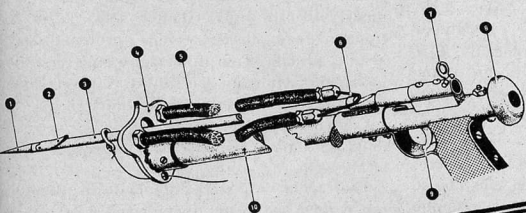

Fig. 5 - Particolari del fucile subacqueo:
Fig. 4 - I componenti che accompagnano il pescatore subacqueo in immersione sono il laringofono e l'auricolare. Il collegamento con chi sta in emersione è costituito da un cavo di gomma o plastica a tre fili. Le saldature sono ricoperte con nastro isolante comune. Fig. 5 - Il laringofono e la cuffia, che accompagnano il pescatore subacqueo, sono collegati tra loro e al cavo che fa capo alla spina, nel modo indicato in figura. Un conduttore della cuffia e uno del laringofono sono uniti tra di loro e al filo di massa (2).